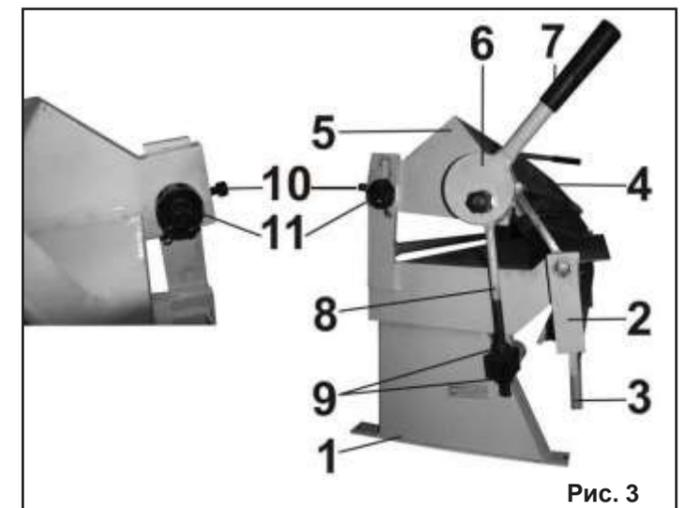

Рис. 3
8. ПОДГОТОВКА К РАБОТЕ И РЕГУЛИРОВКА (Рис. 3)
8.2.3. Зафиксируйте эти регулировки стопорными винтами (10) с обеих сторон станка.
9. ПОРЯДОК РАБОТЫ (Рис. 3)